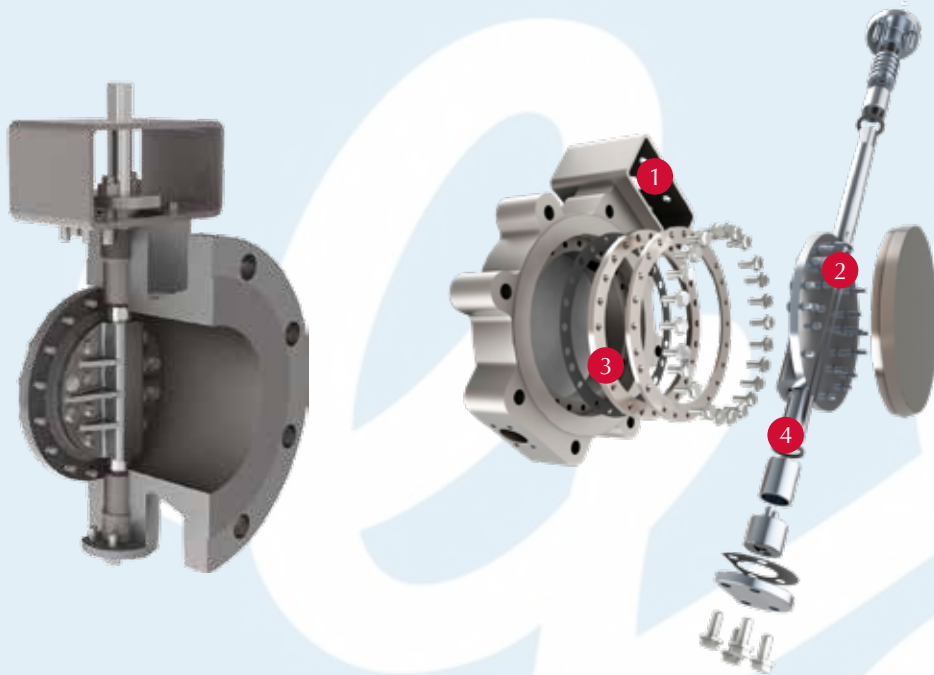

Fig. 1
- Top design i henhold til ISO 5211 (Fig. 1).